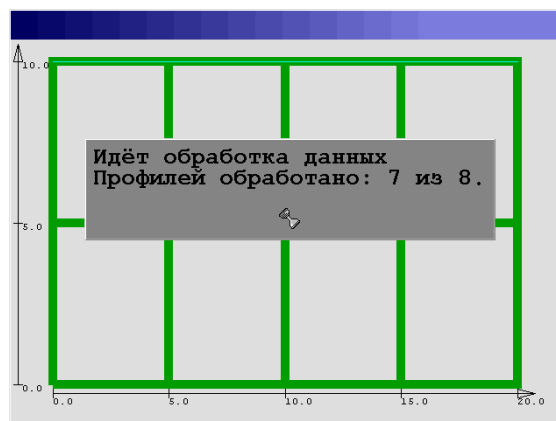

Рис. 5.27 - Окно обработки результатов зондирования для построения 3D модели
- после завершения зондирования последнего горизонтального профиля на экране дисплея отображается окно (Рис. 5.27) сообщающее об автоматическом запуске процесса сборки 3D модели. При следующих параметрах настройки прибора – количество точек-256, шаг по длине-100мм, шаг по ширине-100мм, профилей по вертикали-11, профилей по горизонтали-11, время на обработку составляет 2 минуты. По завершению построения 3D модели на экране появляется окно Рис. 5.18.